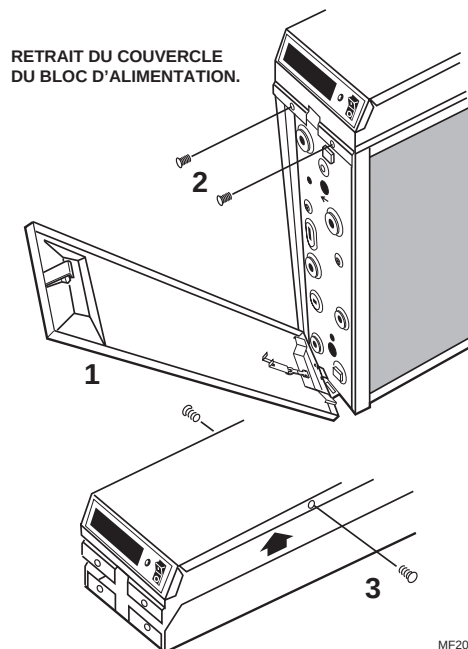

Fig. 10. Retrait du couvercle du bloc d'alimentation.
2. Enlever les deux vis sur le devant et les deux vis sur le côté du bloc d'alimentation. Voir la Fig. 10.